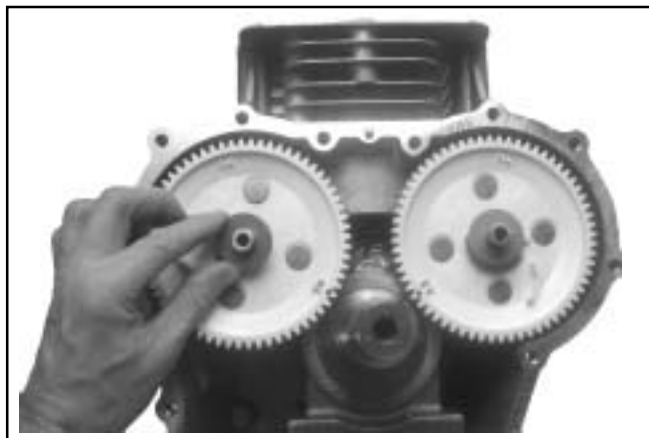

Figura 10-26. Instalación del engranaje de leva de admisión y la arandela de empuje.
1. Levante la palanca de la leva de admisión e instale el engranaje de leva de admisión en el árbol de levas de admisión, engranando la ranura con el pasador de guía superior. Gire el mecanismo y el árbol para que la marca de sincronización "IN" del mecanismo quede en la posición de las 4 en punto. Instale la arandela de empuje en el árbol de levas. Ver Figura 10-26.